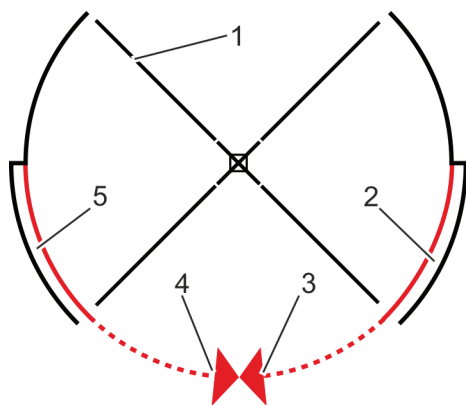
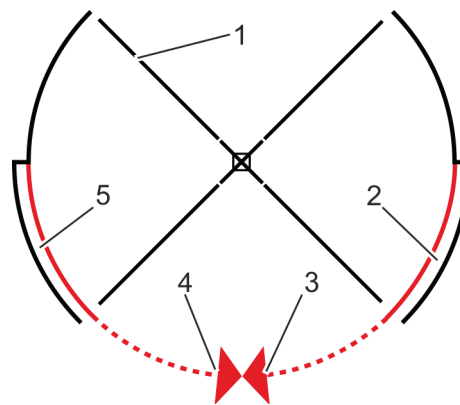

Рис. 31 Блокировка сегментов ночного экрана (четыре створки)
Рис. 38 Блокировка сегментов ночного экрана (четыре створки)
5. Войти в карусельную дверь (рис. 31) и повернуть створки (рис. 31/1) вручную до ночного экрана (рис. 31/3 + 4).
Разблокировать сегменты ночного экрана (рис. 38/3 + 4) в боковых карманах (рис. 31/2 + 5) с помощью квадратного ключа.
7. Выдвинуть сегменты ночного экрана (рис. 31/3 + 4) из боковых карманов (рис. 31/2 + 5) до закрытия входа.
8. Закрыть сегменты ночного экрана (рис. 31/3 + 4) с помощью квадратного ключа.
Войти в карусельную дверь (рис. 38) и повернуть створки (рис. 38/1) вручную до ночного экрана (рис. 38/3 + 4).
3. Разблокировать сегменты ночного экрана (рис. 38/3+4) в боковых карманах (рис. 38/2 + 5) с помощью квадратного ключа.
4. Выдвинуть сегменты ночного экрана (рис. 38/3 + 4) из боковых карманов (рис. 38/2 + 5) в зону входа до закрытия входа.
5. Заблокировать сегменты ночного экрана (рис. 38/3 + 4) с помощью квадратного ключа.